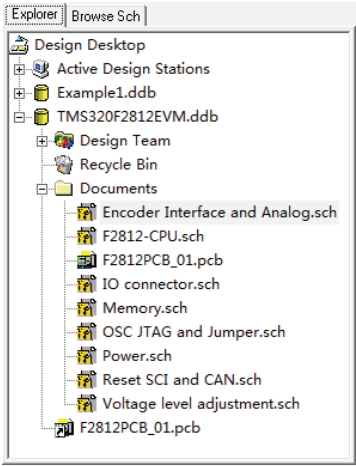

图 1-19 设计管理器导航
1) **Design Manager:** 设计管理器导航的打开与关闭。如果设计管理器导航当前处于打开状态，则执行该命令为关闭设计管理导航，反之为打开。设计管理器以树状列表形式显示，用户可以通过设计管理器导航进行很方便的设计管理操作。设计管理器导航如图 1-19 所示。